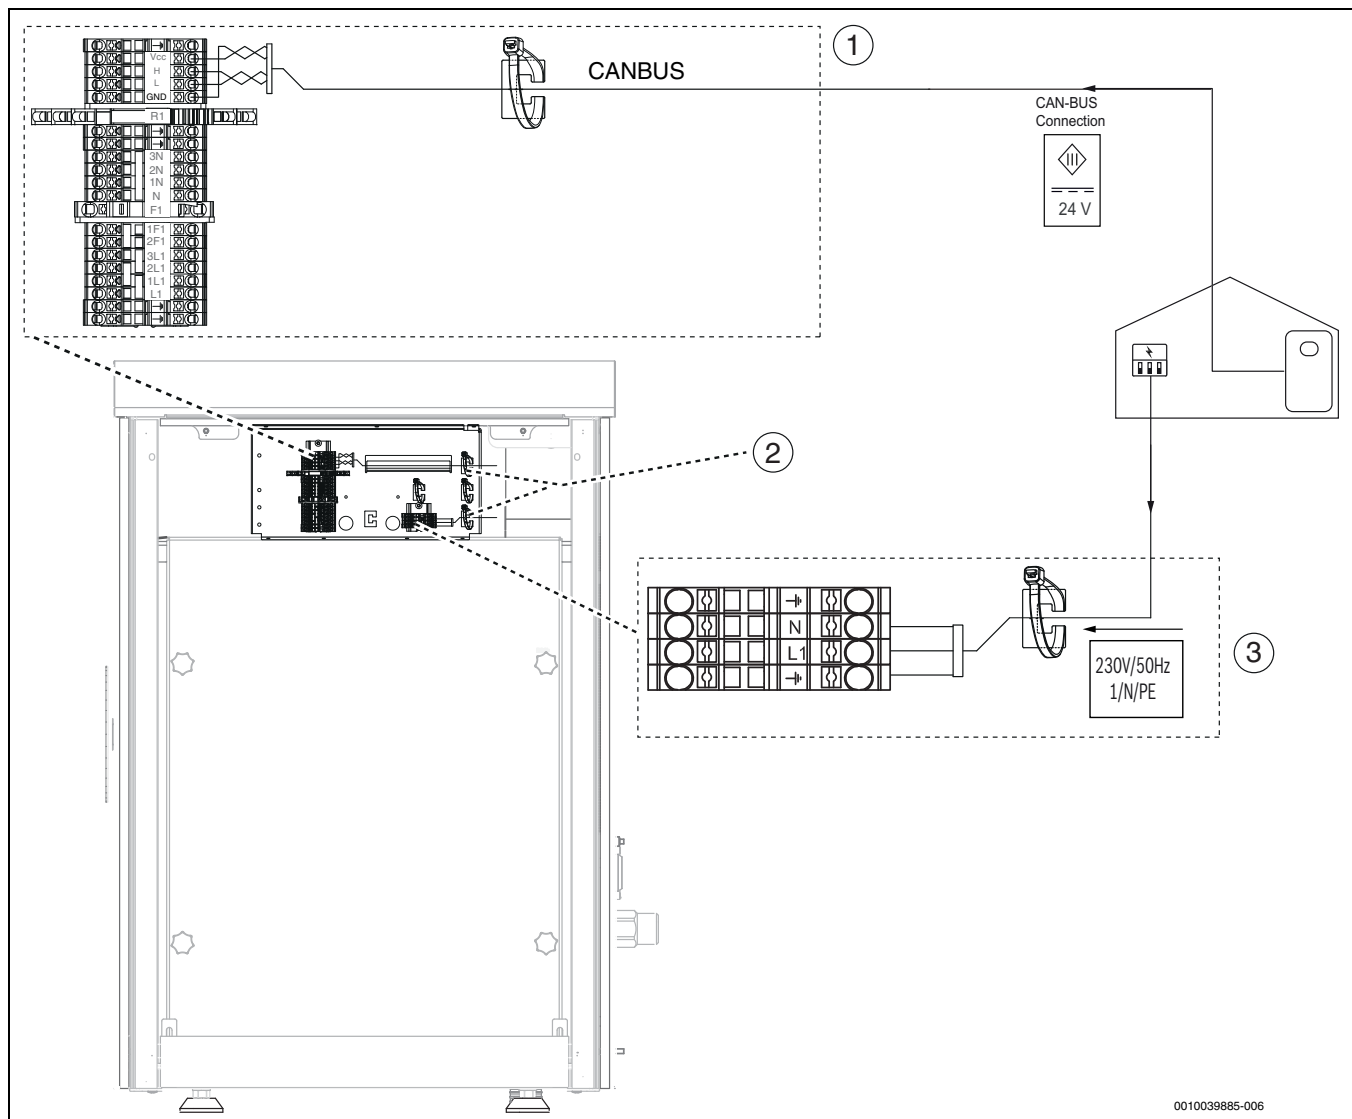

Bild 44 Klemmenkasten
- ▶ Kabel wie in →Bild 44 gezeigt anschließen.